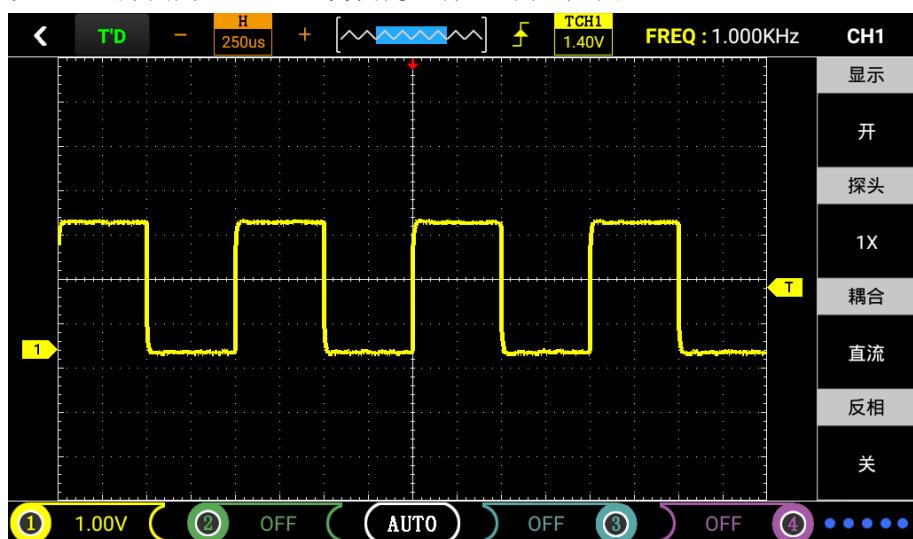

图3-6
点击屏幕左下方的黄色“1”图标 → 屏幕右侧显示对应CH1功能菜单，点击选择反相下方“开”，设置为反相反方式。被测信号反相显示。如图3-6
- 如设置垂直方向为1.00V/div，操作步骤如上例。如图3-6、3-7